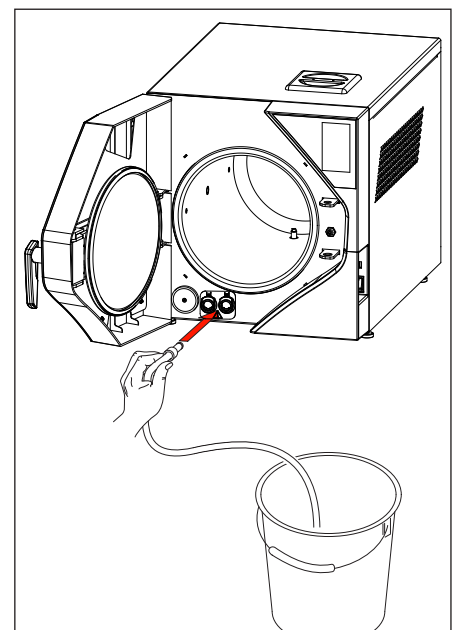

fig.5
2. Sæt afløbsslangen ind i den grå slangetilslutning på forsiden af enheden (fig. 5);